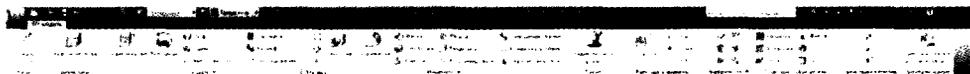

Рис. 1.8. Любая панель может быть перемещена на то место, которое захотите
3. Щелкните и тащите на панель **Массив** (рис. 1.8) так, чтобы разместить между панелями **Создать** и **Изменить**.